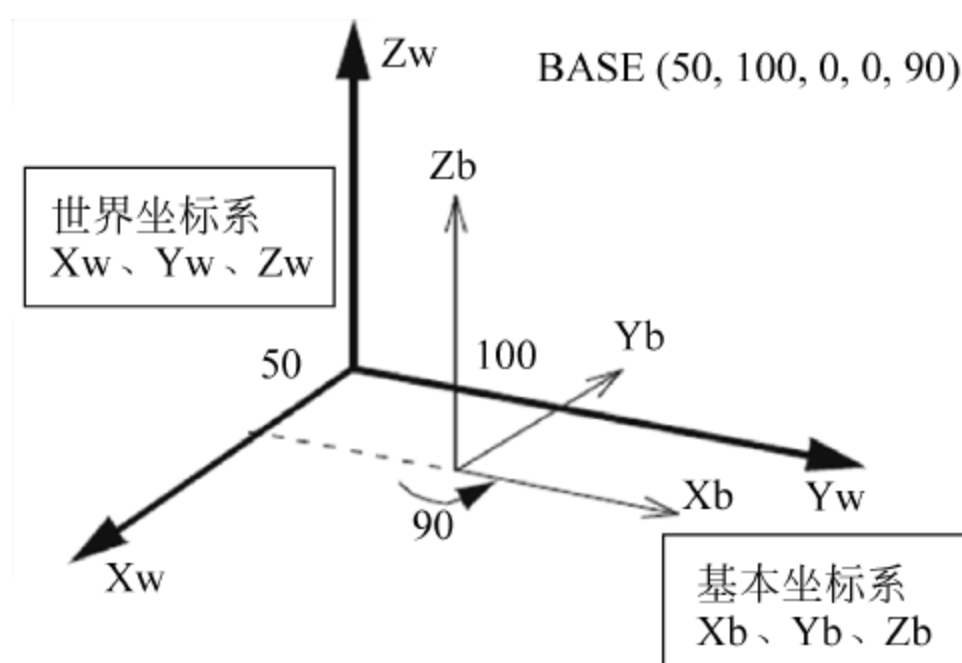

图 7-14 使用 Base 指令设置新的坐标系
- 1 Base (50,100,0,0,0,90)'——设置一个新的世界坐标系(如图 7-14 所示)。